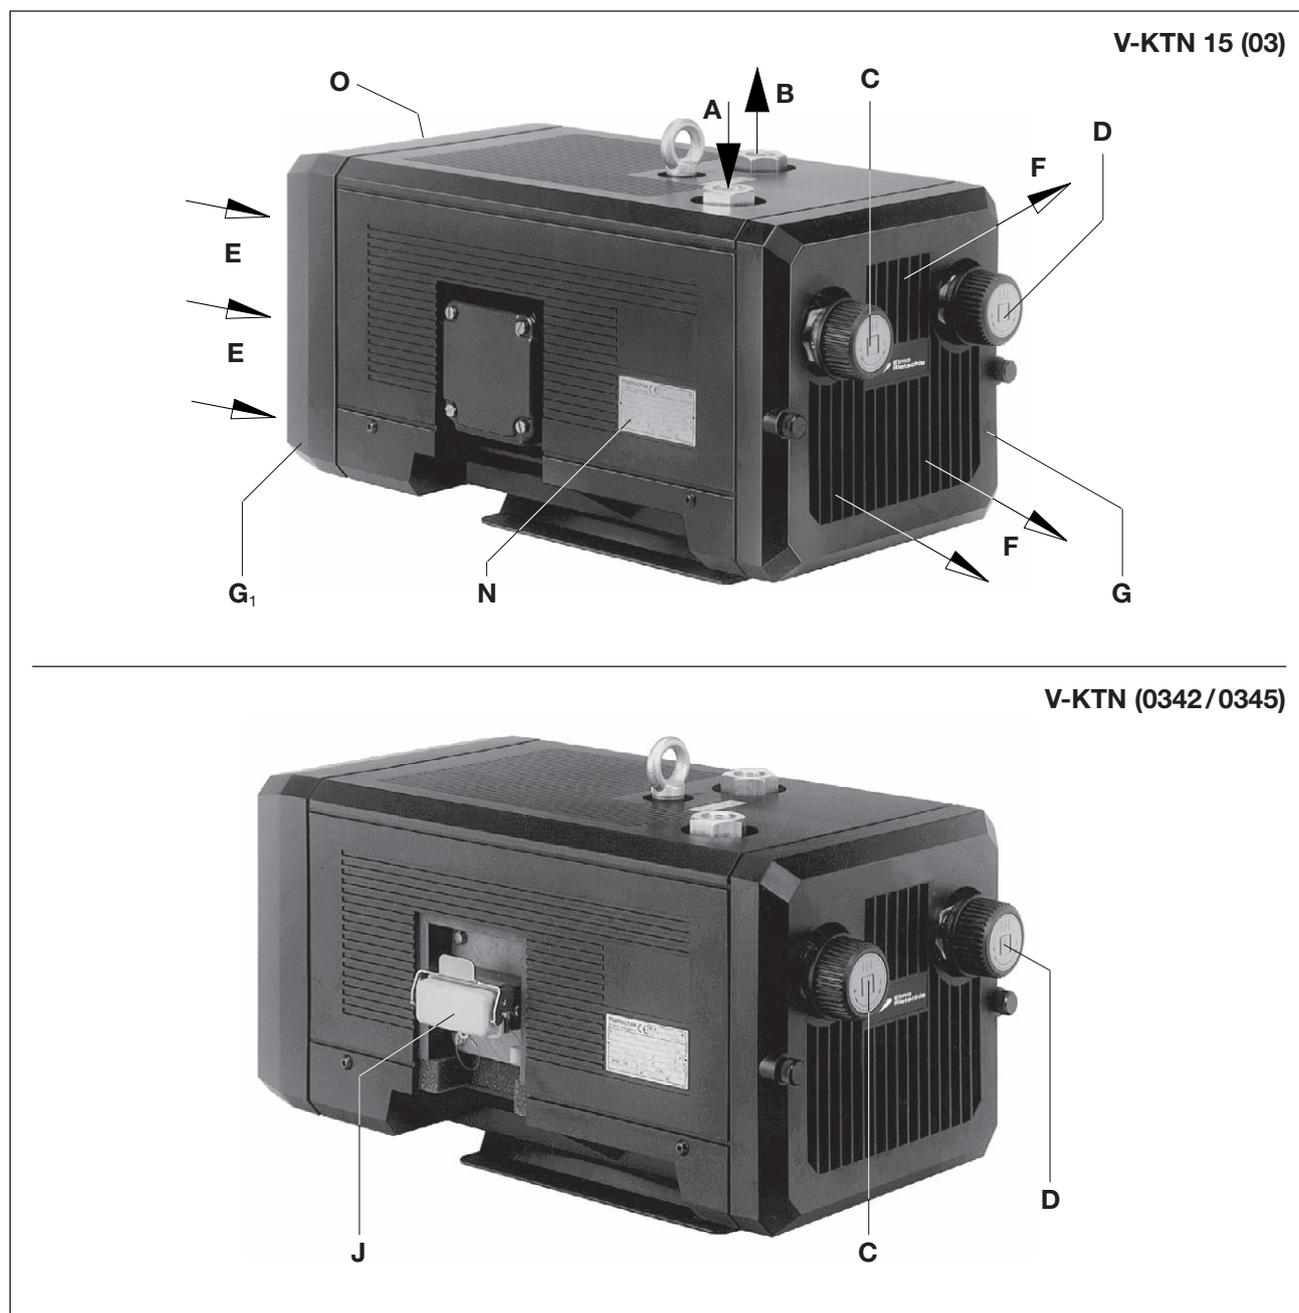
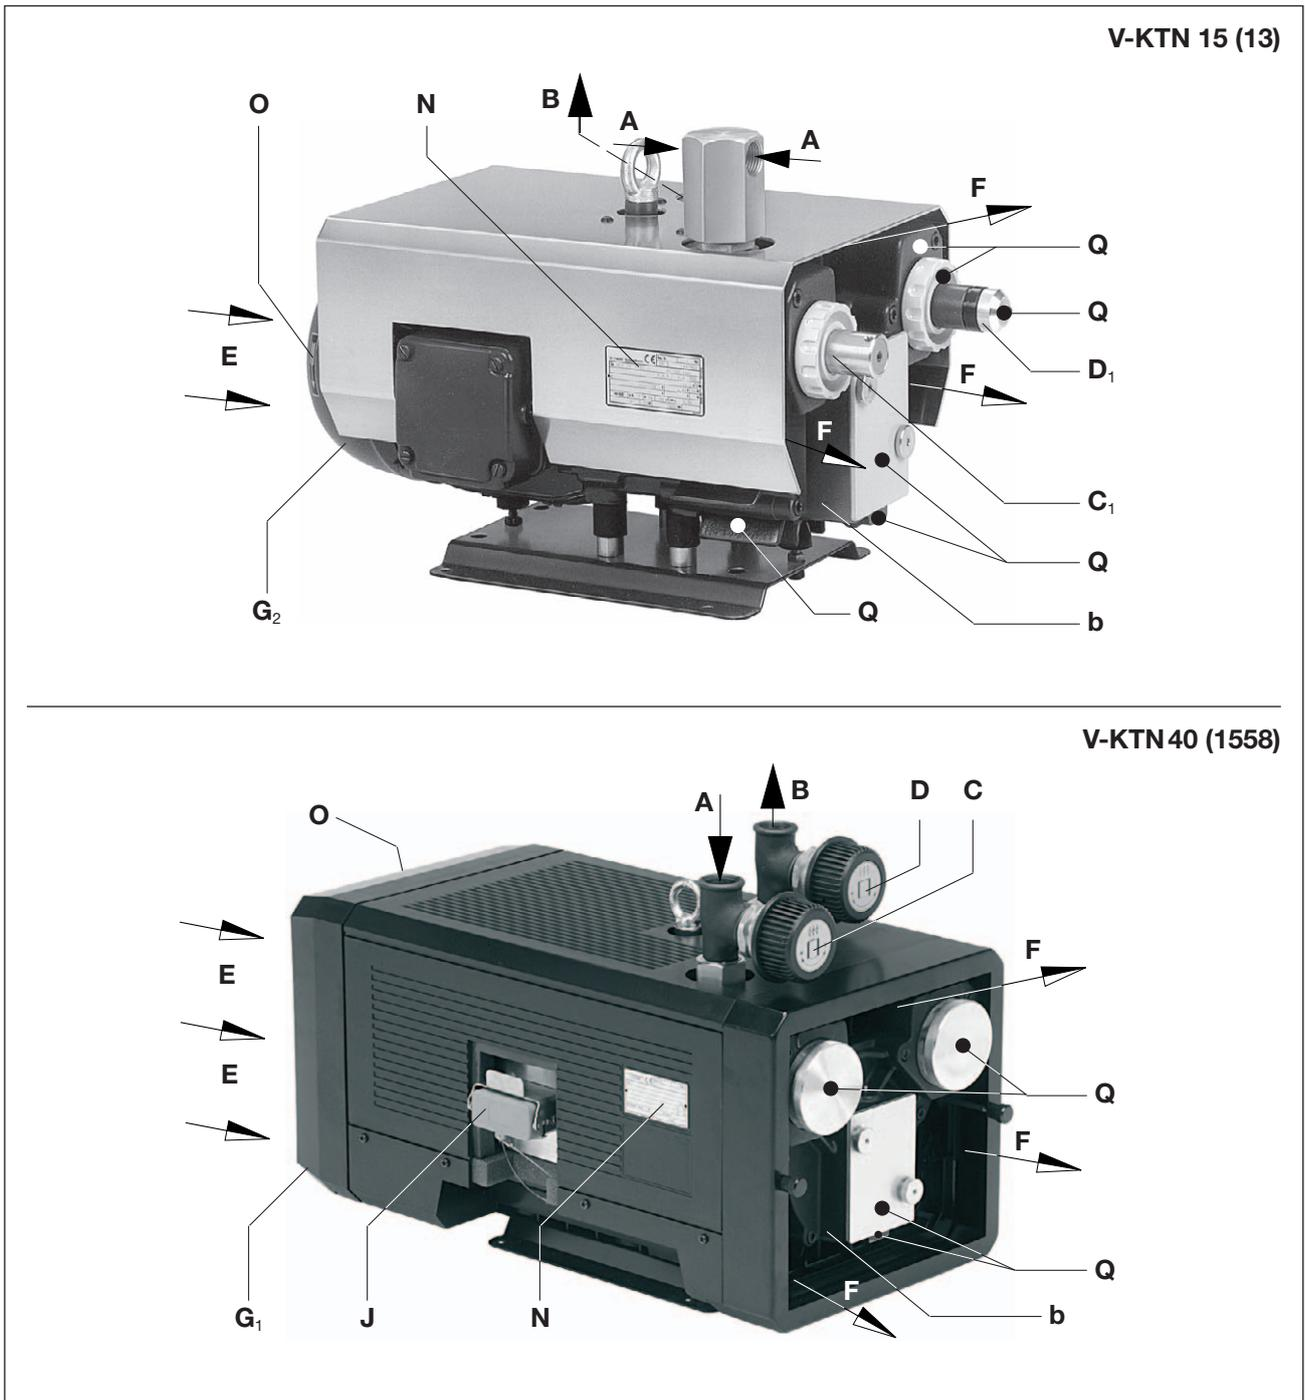

Fig. 2 Pompa combinata vuoto-pressione V-KTN (03)
Fig. 3 Pompa combinata vuoto-pressione V-KTN (13) / V-KTN (1558)
I modelli V-KTN (01 → 06) e (008 → 10) sono alloggiati in una calotta di plastica. Nella calotta è alloggiato anche un ventilatore per il raffreddamento. La valvola di regolazione del vuoto (Fig. 2/C) e la valvola di regolazione della pressione (Fig. 2/D) consentono la regolazione di vuoto e pressione sui valori desiderati, tuttavia limitati.
Il modello V-KTN (13) si trova in una calotta di lamiera. Il raffreddamento avviene attraverso un motore ventilatore. Il modello V-KTN (13) sul lato aspirazione ha una valvola di sicurezza (Fig. 3/C₁) e sul lato pressione una valvola limitatrice di pressione (Fig. 3/D₁).
La portata volumetrica nominale è di 15, 25 e 40 m³/h a 50 Hz. I limiti di carico (bar) sul lato pressione e aspirazione sono indicati sulla targhetta dati (Fig. 2/N). Il foglio dati D 480 indica la dipendenza della portata volumetrica dalle sovrappressioni.
Per smontare la griglia di scarico (Fig. 2/G), la griglia di aspirazione (Fig. 2/G₁) e il coperchio del corpo (Fig. 3/b), per la manutenzione prevedere almeno 30 cm di spazio. Inoltre, gli ingressi (Fig. 2/E) e le uscite (Fig. 2/F) dell'aria di raffreddamento devono avere una distanza di almeno 10 cm dalle pareti vicine (l'aria di raffreddamento fuoriuscita non deve essere riaspirata).
- a) Collegamento vuoto (Fig. 2/A) e collegamento pressione (Fig. 2/B).
Gli ambiti di pressione e vuoto necessari possono essere impostati con la valvola di regolazione della pressione (Fig. 2/D) e del vuoto (Fig. 2/C) in base alla targhetta simboli della manopola di regolazione.
- a) I dati elettrici del motore sono indicati sulla targhetta dati (Fig. 2/N) o sulla targhetta dati motore. I motori sono conformi a DIN EN 60034 e sono eseguiti con classe di protezione IP 55 e classe isolamento F. Lo schema di collegamento è situato nella morsettiera del motore (non si applica nella versione con collegamento a spina). I dati del motore devono essere confrontati con quelli della rete di alimentazione usata (tipo corrente, tensione, frequenza di rete, amperaggio ammesso).
- b) Collegare il motore attraverso il connettore a spina (Fig. 2/J) ossia l'interruttore magnetotermico (per la protezione dell'interruttore magnetotermico e dello scarico di trazione del cavo di collegamento è necessario prevedere un pressacavo). Consigliamo di usare interruttori magnetotermici con disattivazione ritardata, dipendente da un ev. sovraccarico. Sovraccarichi di breve durata possono verificarsi se si avvia la macchina a freddo.
Durante il funzionamento, le superfici dei componenti (Fig. 3/Q) possono superari i 70°C. Evitare di toccare le superfici calde (contrassegnate da appositi cartelli)!
- ▷ Il senso di rotazione previsto dell'albero di azionamento è contrassegnato dalla freccia (Fig. 2/ O) sulla flangia motore.